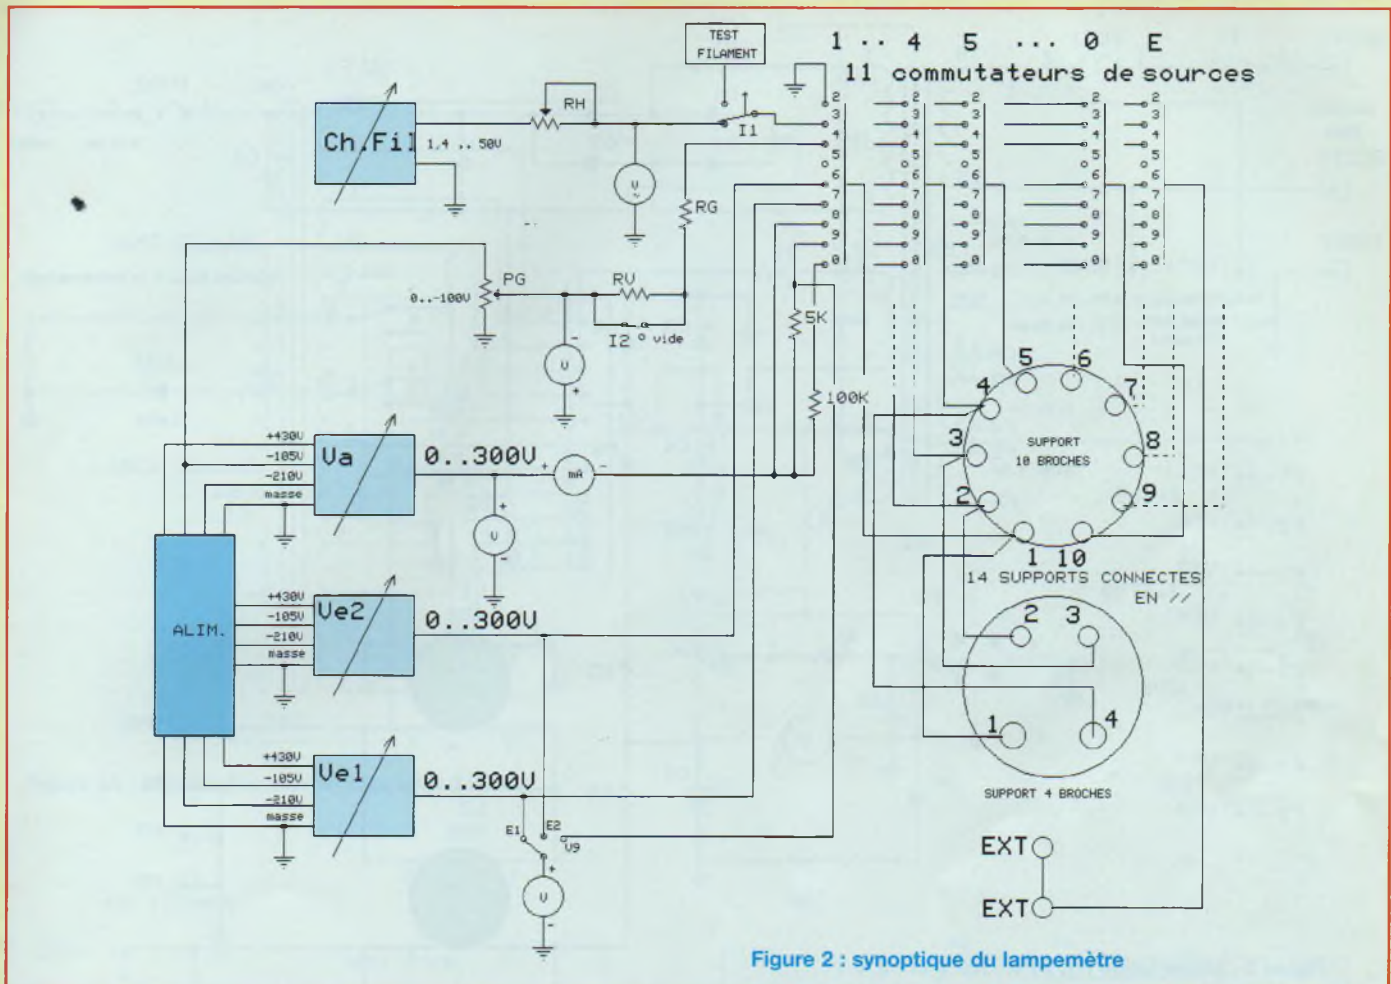

Figure 2 : synoptique du lampemètre
Un bloc de 11 commutateurs permet d'assurer la bonne combinaison nécessaire pour diriger les différentes sources aux bonnes broches du tube à tester (**synoptique figure 2**).
- l'alimentation filament avec son transformateur, le rhéostat de réglage RH, le voltmètre de contrôle et l'inverseur de test I1 (figures 2 et 5).
L'une servira à maintenir le potentiel des cathodes des EF80 à un potentiel fixe, c'est-à-dire à un potentiel voisin de -105 V par rapport à la masse. Cette source de tension alimente le potentiomètre PG (figure 2) de polarisation de grille qui doit toujours délivrer une tension négative par rapport à la masse. La cathode du tube à tester sera toujours portée au potentiel de la masse. Une seconde tension encore plus négative